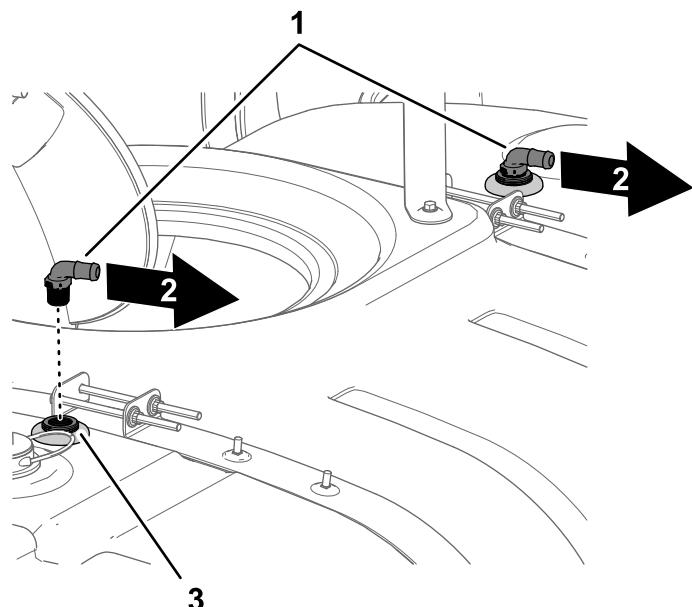

図 23
- すすぎ用ノズルアセンブリバルクヘッドフィッティングに、90°フィッティングを取り付ける図 23。
- 90°フィッティングのバーブ鋸歯部を、機体右側に向ける図 23。